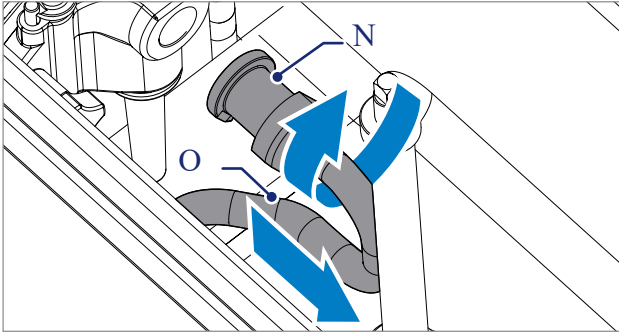

FIG 1.
6. Koppla bort pumpröret från mixpumpen, vrid sidled och dra upp röret (Fig1).